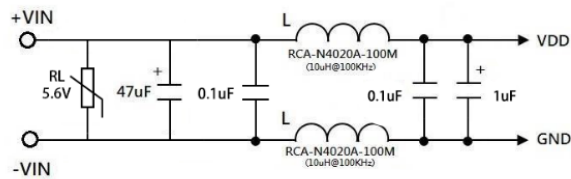

图 3-6：降低 EFT 干扰的参考电路
4. 必要时 TFT 屏的 FPC 可做包覆处理 (如图 3-6) 。